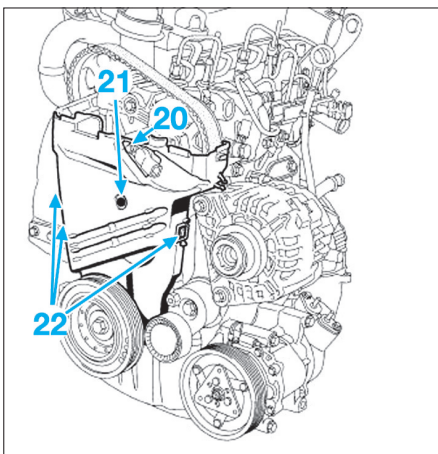
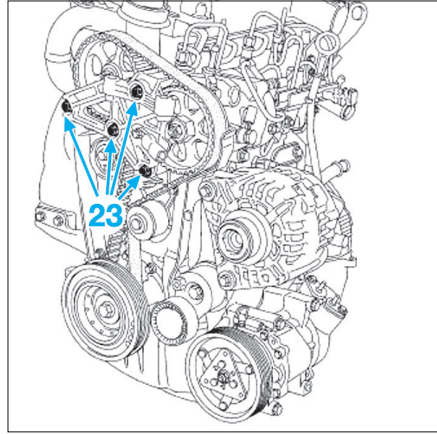

Fig. 47
Fig. 48
- [2]. Jeu de 5 piges de calage des poulies arbre à cames et vilebrequin (Mot. 1430) (Fig.47).
- [3]. Outil de maintien de la poulie de pompe Haute Pression (Mot. 1606) (Fig.48).
- la vis de fixation (20) du capteur d'arbre à cames puis le capteur d'arbre à cames (Fig.47),
- la vis plastique (21) sur le carter inférieur de distribution,
- Dégraffer les languettes (22) du carter inférieur de distribution puis le déposer.
- Déposer les vis de fixation (23) du support pendulaire sur la culasse puis le support pendulaire sur la culasse (Fig.48).